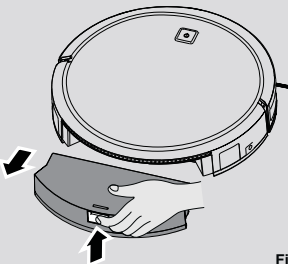

Fig. 17
1. Appuyez sur le bouton de relâchement et extrayez-le. [Fig. 17]
2. Appuyez sur le bouton pour détacher le bac à poussière et retirez le bac à poussière du Robot. [Fig. 17]